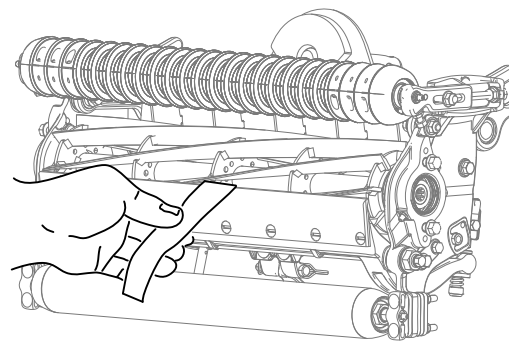

图 7
2. 在滚刀与底刀间插入一条剪切性能纸 Toro 零件号 125-5610 纸要与底刀垂直检测剪切性能 图 7。缓慢向前旋转滚刀滚刀应剪切检测纸。